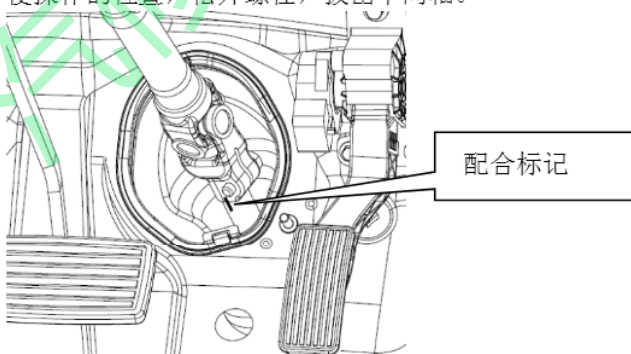

图 3-8
①在中间轴下端与转向器输入轴配合处做好配合标记，如图 3-8 所示。
②此时可以套上转向盘转动，使螺栓处于方便操作的位置，松开螺栓，拔出中间轴。